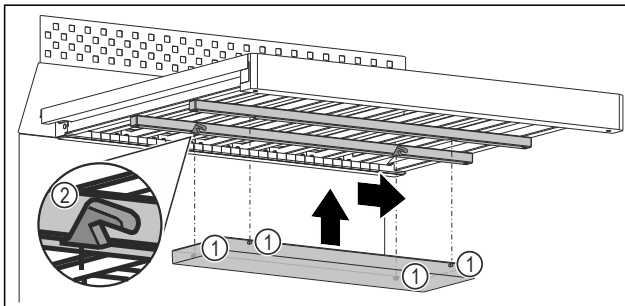

Fig. 159 Reprezentare exemplificatoare
- Împingeți în interior fiecare știft Fig. 159 (1) în degajarea Fig. 159 (2) corespunzătoare de la baretele de sub grătarul de lemn.